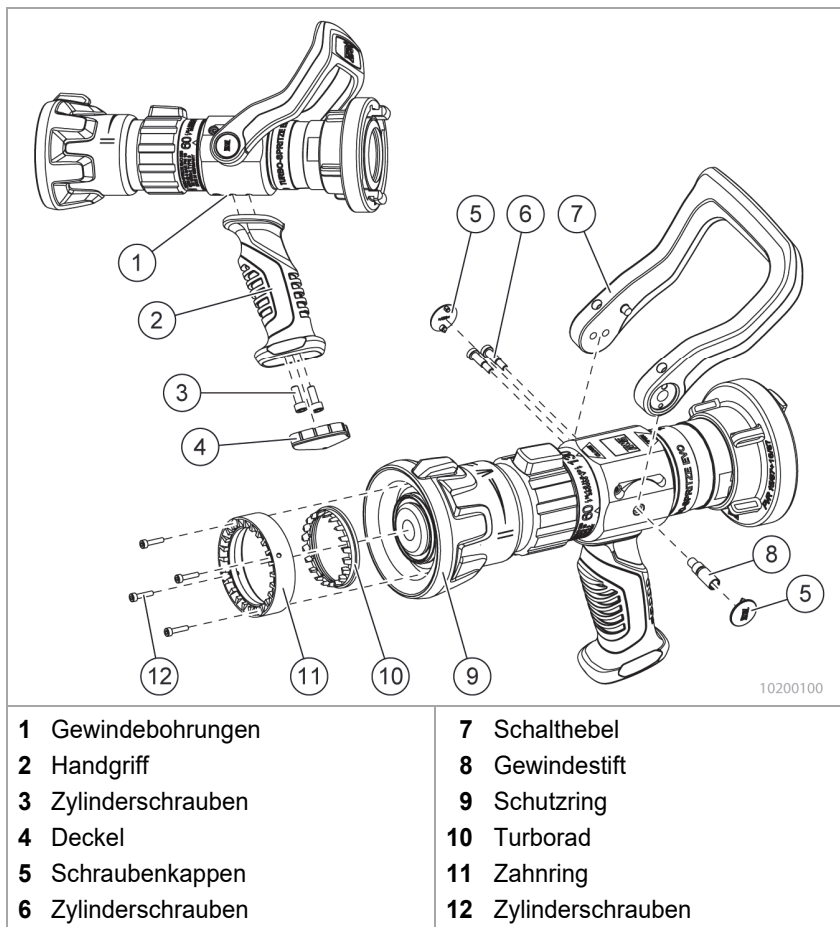

Fig. 3 Handgriff und Schalthebel austauschen
1. Den Deckel (Fig. 3/4) am Griff abnehmen, dabei wird der Deckel beschädigt.
2. Die beiden Zylinderschrauben (Fig. 3/3) herausschrauben und den Griff (Fig. 3/2) abnehmen. Das Gehäuse wenn nötig reinigen.
3. Eine Zylinderschraube in ein Bohrloch des neuen Griffs einsetzen und den Griff an der entsprechenden Gewindebohrung des Gehäuses (Fig. 3/1) positionieren und festschrauben.
1. Die Schraubenkappen (Fig. 3/5) entfernen, dabei werden die Kapfen beschädigt.
2. Den Gewindestift (Fig. 3/8) und die Zylinderschrauben (Fig. 3/6) herausschrauben.
3. Den Schalthebel (Fig. 3/7) abnehmen und wenn nötig das Ventilgehäuse reinigen.
4. Den Schalthebel in der richtigen Lage am Ventilgehäuse positionieren und auf der einen Seite mit dem Gewindestift (Fig. 3/8) festschrauben.
5. An den Zylinderschrauben (Fig. 3/6) eine mittelfeste Schraubensicherung auftragen, die Zylinderschrauben einsetzen und festschrauben.
6. Neue Schraubenkappen (Fig. 3/5) einsetzen.
1. Die vier Zylinderschrauben (Fig. 3/12) herausschrauben.
2. Den Zahnring (Fig. 3/11) und das Turborad (Fig. 3/10) aus dem Schutzring (Fig. 3/9) herausnehmen.
4. Zuerst den Schutzring, danach das Turborad und den Zahnring einsetzen. An den Zylinderschrauben (Fig. 3/12) eine mittelfeste Schraubensicherung auftragen, die Zylinderschrauben einsetzen und den Zahnring festschrauben.